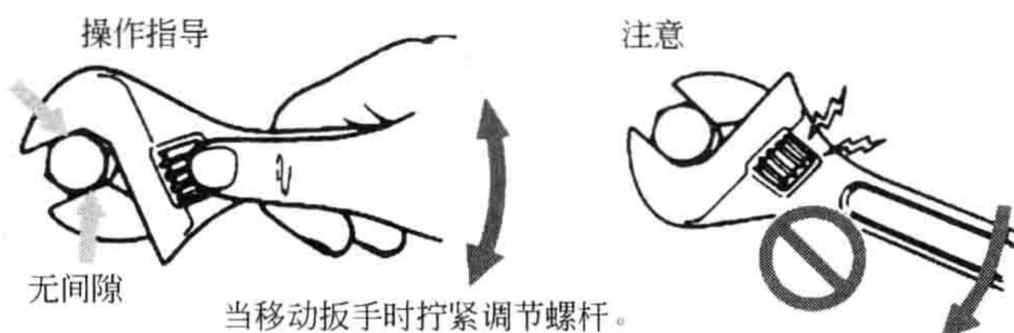

图 1-23 活动扳手的正确使用方法
② 活动扳手的使用方法。使用活动扳手时应先将活动扳手调整合适，使活动扳手钳口与螺栓、螺母两对边完全贴紧，不应存在间隙。使用时，要使活动扳手的可调钳口部分受推力，固定钳口受拉力，只有这样施力，才能保证螺栓、螺母及扳手本身不被损坏，如图 1-23 所示。如果不按照这种方法转动扳手，会使压力作用在调节螺杆上，在施力时促使钳口变大，将损坏螺栓、螺母的棱角和扳手本身。